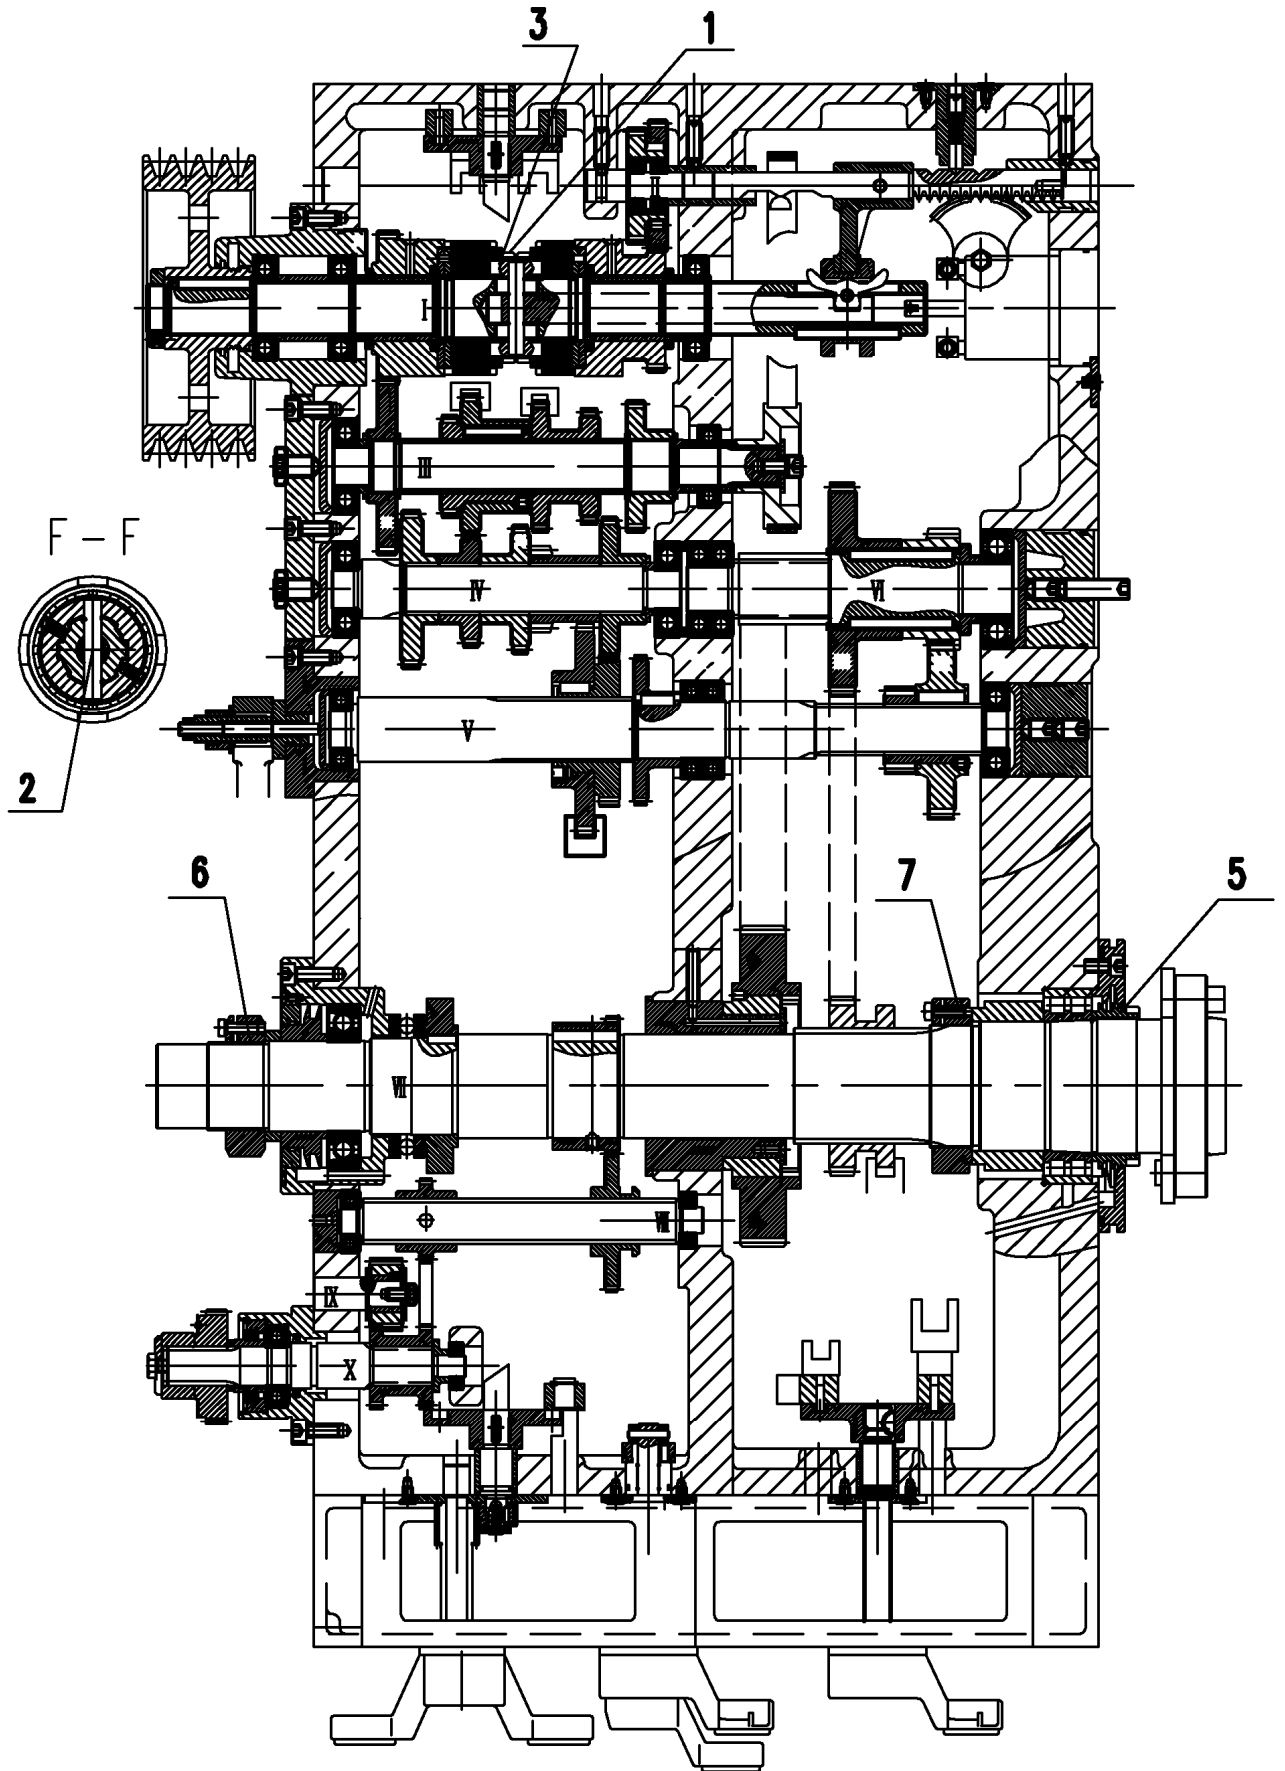

Рис. 8: Развернутая схема передней бабки
7.2.1. Регулировка электромагнитной дисковой тормозной муфты (рис. 8).
7.2.2. Настройка шпинделя (смотрите рисунок 8)